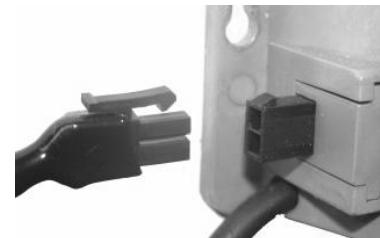

Рис. 4
- Специально профилированные клеммы исключают вероятность ошибки при подключении датчика протока (**Рис.4**).